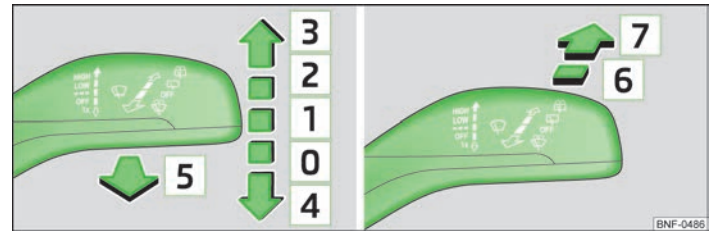

Fig. 30 Acționarea ștergătoarelor de parbriz / ștergătorului de lunetă
- Dacă doriți să ștergeți parbrizul **scurt**, apăsați maneta în poziția asistată de arc **4** » fig. 30.
- Aduceți maneta în sus, în poziția **1** » fig. 30.
- Aduceți maneta în sus, în poziția **2** » fig. 30.
- Aduceți maneta în sus, în poziția **3** » fig. 30.
- Trageți maneta înspre volan în poziția amortizată **5** » fig. 30, instalația de spălare a parbrizului și ștergătoarele funcționează.
- Apăsați maneta în sens opus volanului, în poziția **6** » fig. 30, ștergătorul șterge la fiecare 6 secunde.
- Apăsați maneta în sens opus volanului, în poziția amortizată **7** » fig. 30, ștergătoarele și instalația de spălare funcționează.
- ▶ Aduceți maneta la loc, în poziția de bază [0] » fig. 30.
- ▶ Apăsăți maneta ștergătoarelor de parbriz în poziția [4] » fig. 30 la pagina 34, brațele ștergătoarelor de parbriz se deplasează în poziția de service.
- ▶ Puneți contactul și apăsați maneta ștergătoarelor de parbriz în poziția [4] » fig. 30 la pagina 34, brațele ștergătoarelor de parbriz se deplasează în poziția de bază.